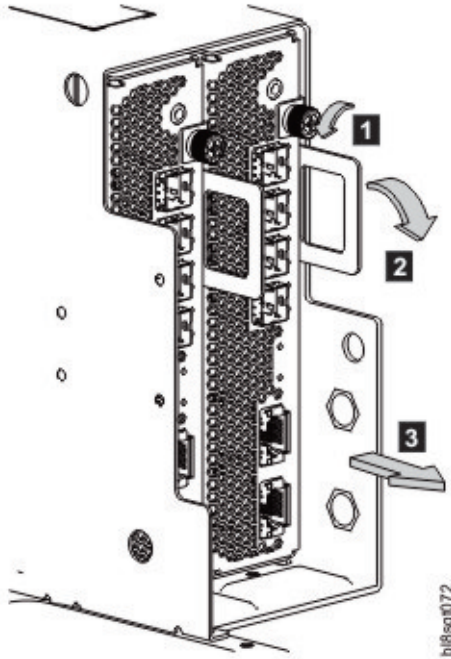
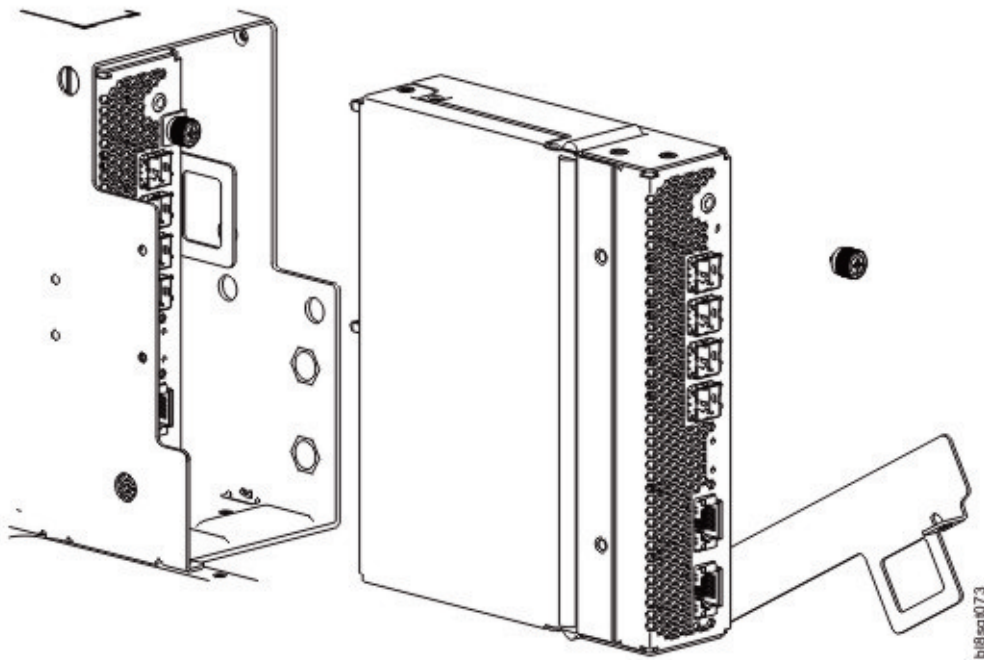

図 75. IOM/EBOD 拡張機構モジュールの取り外し (1/2)
図 76. IOM/EBOD 拡張機構モジュールの取り外し (2/2)
3. 95 ページの図 75 の細目番号 1 に示されているように、つまみねじを反時計回りに回して、IOM/EBOD 拡張機構モジュールラッチ・ハンドルのロックを解除します。
4. IOM ラッチ・ハンドルを親指と人差し指でつまんで引きます。95 ページの図 75 の細目番号 2 と細目番号 3 に示されているように、下外側方にハンドルを回してエンクロージャーから IOM/EBOD 拡張機構モジュールを取り出します。
5. 図 76 に示されているように、ラッチ・ハンドルをつかんで IOM/EBOD 拡張機構モジュールをスロットからゆっくりと引き出します。
注: 以下の手順に従う際は、95 ページの図 76 および 95 ページの図 75 を参照してください (矢印は無視してください)。取り付ける場合、IOM/EBOD 拡張機構モジュールは、示されている矢印とは反対の方向に差し込みます。